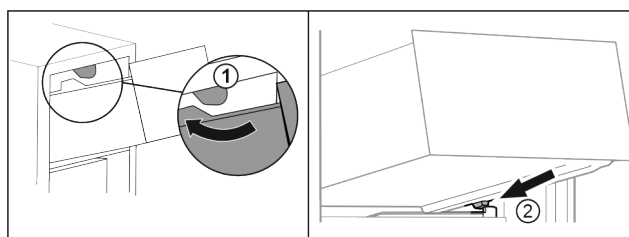

Fig. 68
- ▶ Umetnite ladicu oko gornjih zaustavljača. Fig. 68 (1)
- ▶ Stavite ladicu ukoso iza donjih zaustavljača na žlijeb spremnika. Fig. 68 (2)